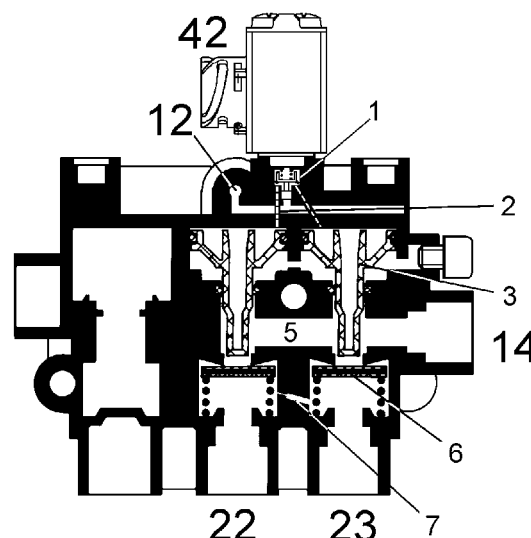

Рис. 28 Изображение в разрезе магнитного клапана ECAS с пневмоклапанами пружинно-возвратного типа для передней оси (управляемая ось)
- Если же система ECAS управляет осью как единым узлом (под управлением 1-го датчика хода), то отдельный магнит управляет двумя 2-ходовыми 2-позиционными клапанами (↑ рис. 28).